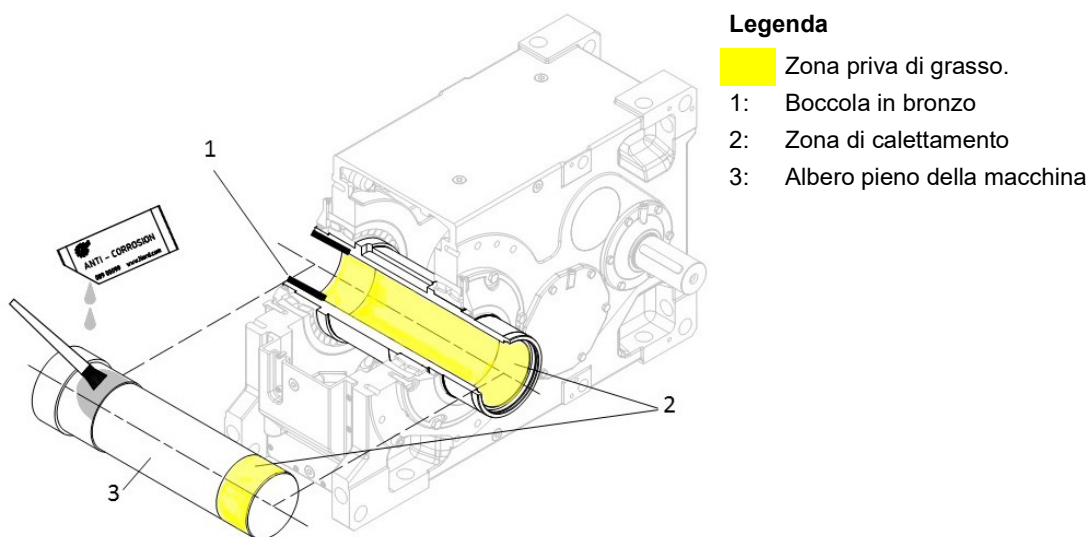

Figura 14: montaggio dell'albero pieno della macchina in caso di alberi cavi speciali con anello calettatore
4. In caso di albero cavo speciale con boccia in bronzo, ingrassare l'albero pieno della macchina nella zona che in seguito si troverà a contatto con la boccia all'interno dell'albero cavo (Figura 14). Non ingrassare la boccia in bronzo. La sede di serraggio dell'anello calettatore deve essere assolutamente priva di grasso.